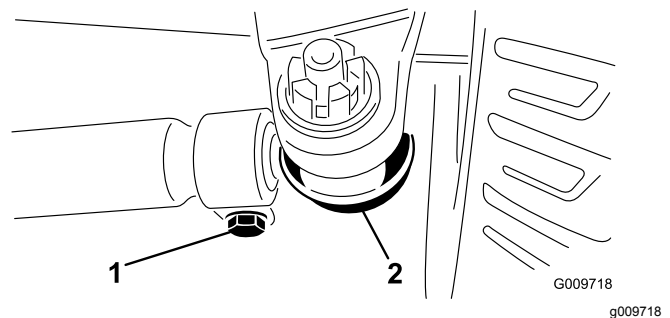

Bild 64
2. Entfernen Sie zur Anpassung des Abstands den Splint und die Mutter, von einem der Spurstangen-Kugelgelenke. Entfernen Sie das Spurstangen-Kugelgelenk vom Achsständer (Bild 64).
3. Lockern Sie die Klemmen an beiden Enden der Spurstangen (Bild 64).